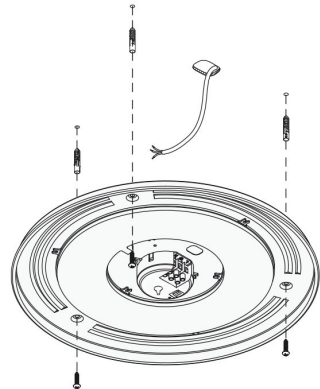

Bild 2
3. **Bild 2:** Die Bohrlöcher an den entsprechenden Stellen anzeichnen, die Löcher bohren und die Dübel einsetzen. Bei Holzwänden oder Leichtbauwänden passendes Material verwenden. Die Zuleitung durch das Loch in der Grundplatte schieben. Die Grundplatte anschrauben.